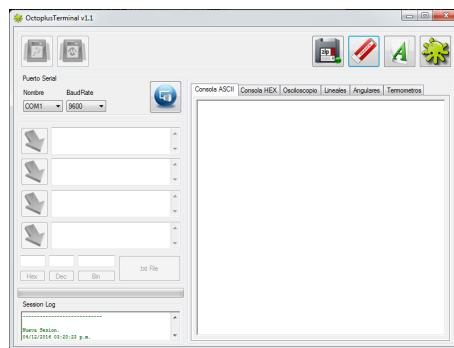

Figura 36: Panel principal de *Octoplus*
- **Paso 3:** A continuación se presenta una pantalla similar a la Figura 36
- **Paso 6:** Al realizar la depuración, el usuario debe seleccionar el botón *Abrir/Cerrar puerto COM*, el cual se encuentra sobre la derecha del menú desplegable `BaudRate`, como lo ilustra la Figura 36.